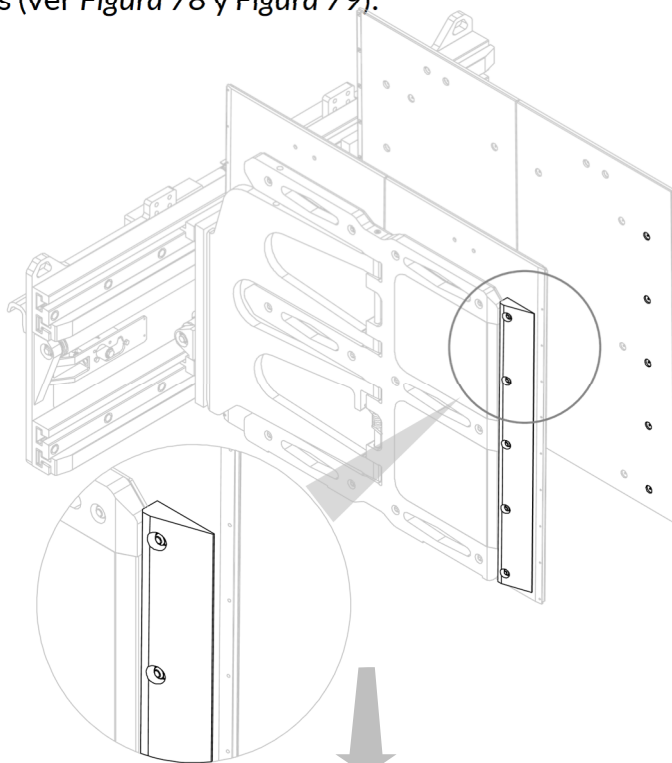
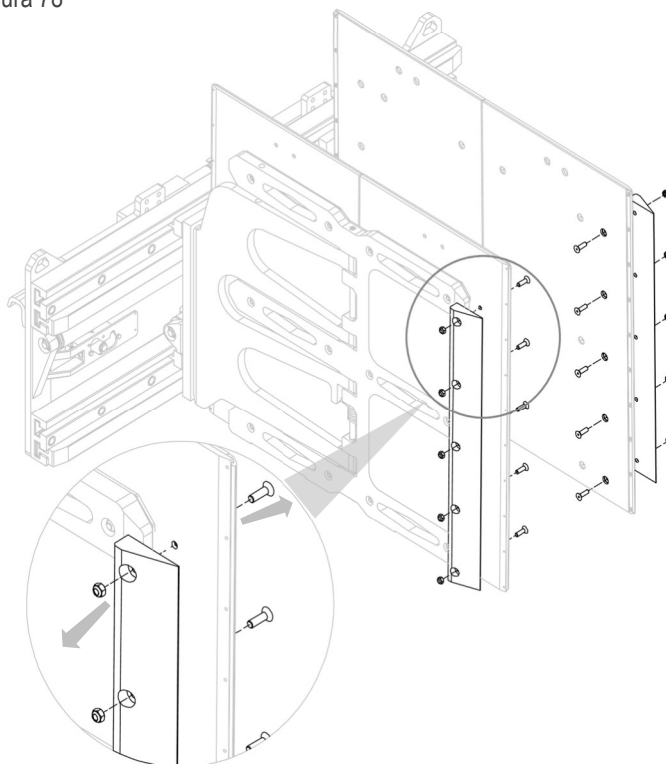

Figura 78
Figura 79
2. Extraer las puntas de protección de ertalon después de quitar las tuercas y tornillos correspondientes (ver Figura 78 y Figura 79).